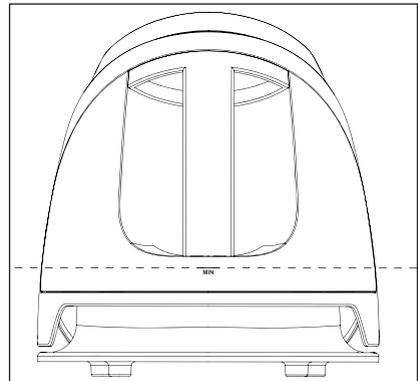

Fig. 1
- ▶ Cuando el nivel de llenado del depósito de agua **7** quede por debajo de la marca **MIN** (consulte la fig. 1), el agua dejará de bombearse a la plancha y se detendrá la salida de vapor.